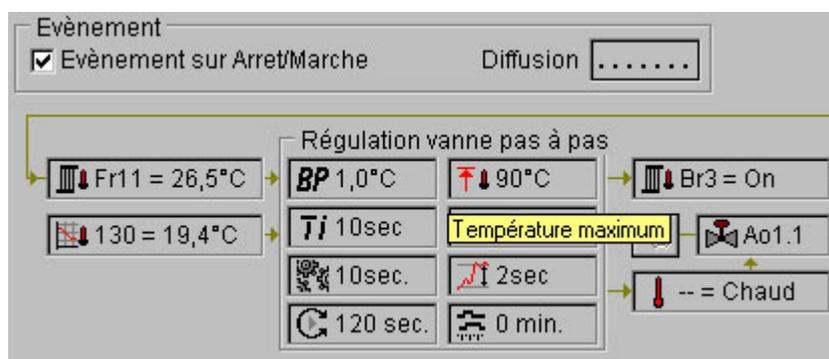

Figure 2.64 : Ressource Régulation vanne pas à pas - Température maximum
- Température maximum et minimum : (voir figures 2.64 et 2.65)